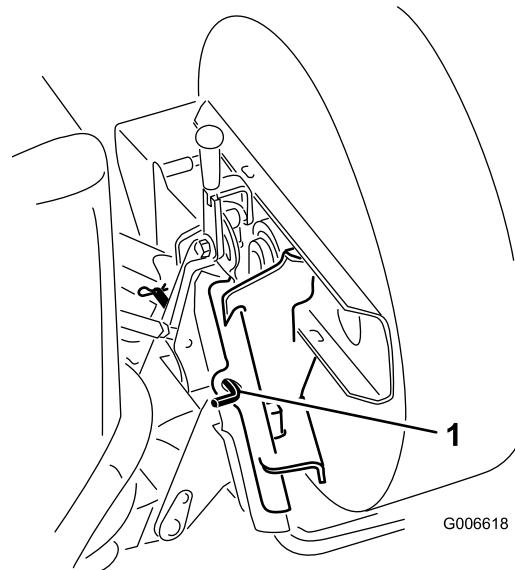

Figure 5
- Insérez la goupille de blocage dans les adaptateurs et fixez-la avec une goupille fendue (Figure 5).